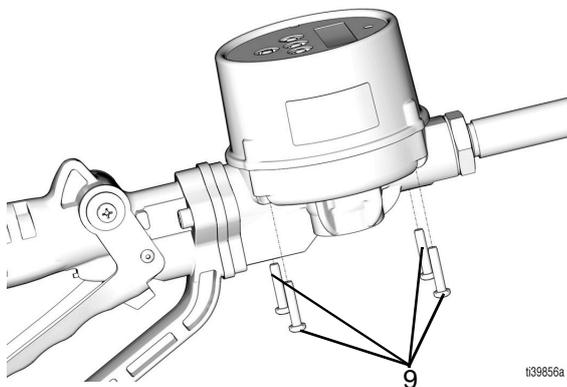

FIG. 29
4. Quite los cuatro tornillos (9) (FIG. 29).
10. Vuelva a poner los cuatro tornillos (9) y apriete a un par entre 1,69 y 2,82 N•m (15 y 25 lb-pulg.), consulte la FIG. 29 en la página 16.